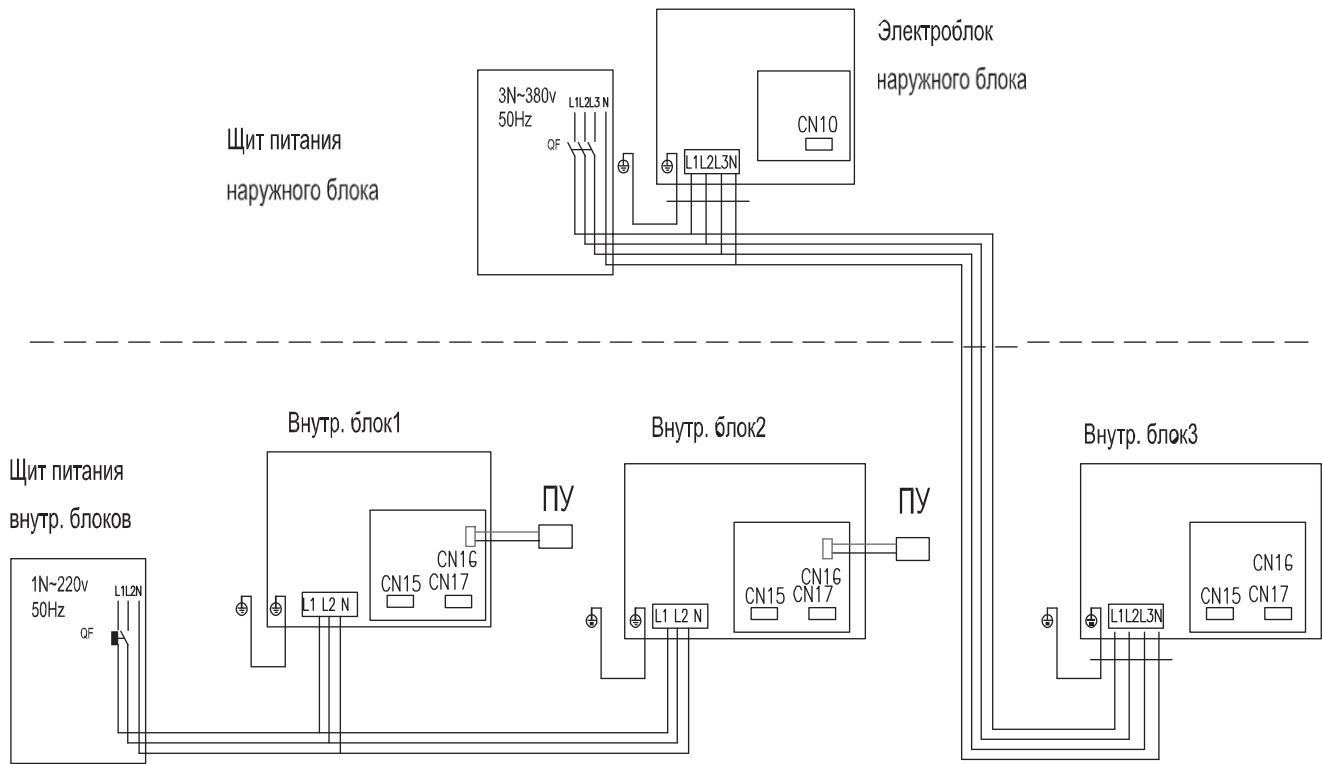

Рис. 8.2
8.10.1 Первый — подключение внешнего блока и одного из внутренних к одному щитку электропитания (см. рис. 8.2).